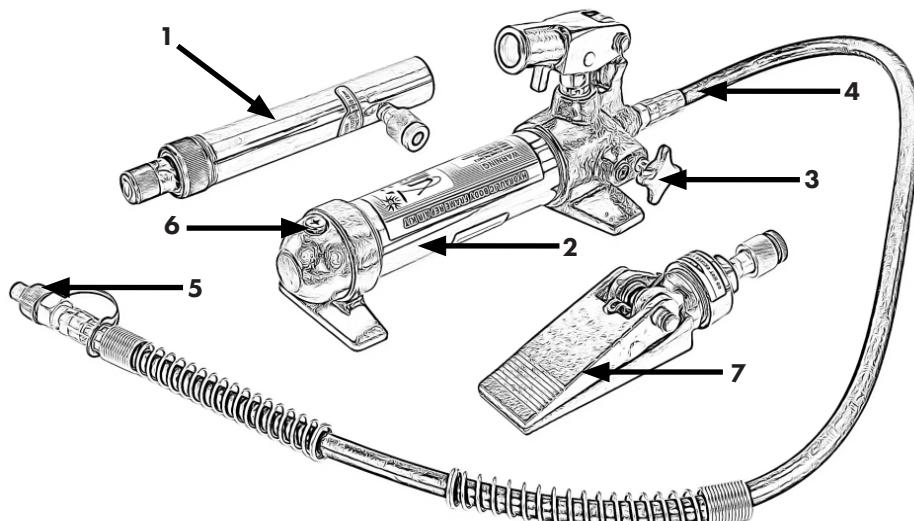

Fig. 1
1. En primer lugar, retire el tornillo de aceite (6) y la tuerca del depósito de aceite. Tenga preparado un recipiente adecuado para recoger el aceite usado escurrido. Gire el aparato para que el aceite pueda salir completamente del depósito. (Fig. 1)
3. Gire el aparato de modo que el depósito de aceite quede hacia arriba y cierre la válvula de cierre (3).
5. Cierre la válvula de cierre y vaciado (3) y bombee con cuidado la varilla manual (posición 17) hacia arriba para crear una ligera presión.